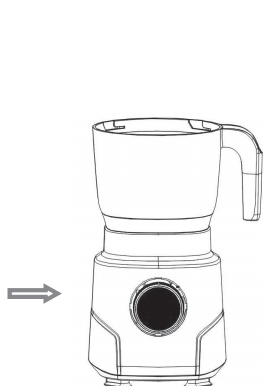

Fig7
(2) Alignez la poignée du bol hachoir (avec le corps fixé) avec le repère « » sur l'unité principale, puis tournez-la dans le sens des aiguilles d'une montre pour la verrouiller sur l'unité principale. L'ensemble du gobelet est correctement installé lorsque vous entendez un clic. À ce stade, la poignée du bol hachoir doit être directement alignée avec la position « » sur l'unité principale (Fig. 6/ Fig. 7).